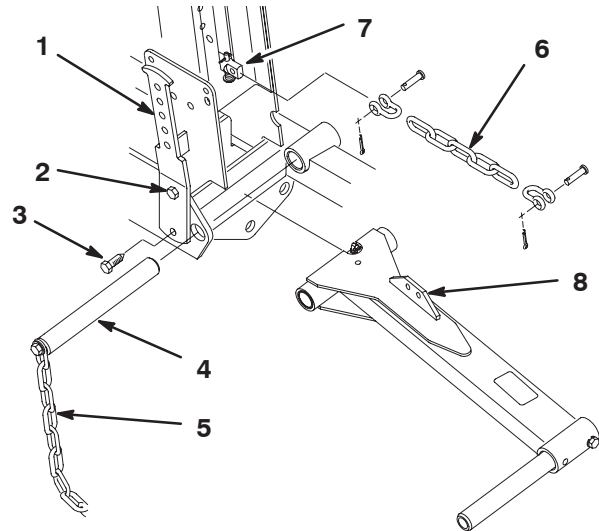

Figure 5
3. Serrez la vis supérieure de fixation du bras d'équilibrage gauche au bâti (Fig. 5).
4. Retirez la vis inférieure et l'écrou de fixation du bras d'équilibrage gauche au bâti (Fig. 5).
5. Tournez le bras d'équilibrage vers l'extérieur pour permettre le retrait de l'axe de pivot du bras de relevage et de la chaîne de basculement (Fig. 5).
6. Placez le bras de relevage entre les longerons du bâti, alignez les trous de fixation et insérez l'axe de pivot (Fig. 5). Insérez l'axe de pivot de sorte que le bras d'équilibrage s'engage dans la fente de l'axe. Ne fixez pas le bras d'équilibrage à ce stade.